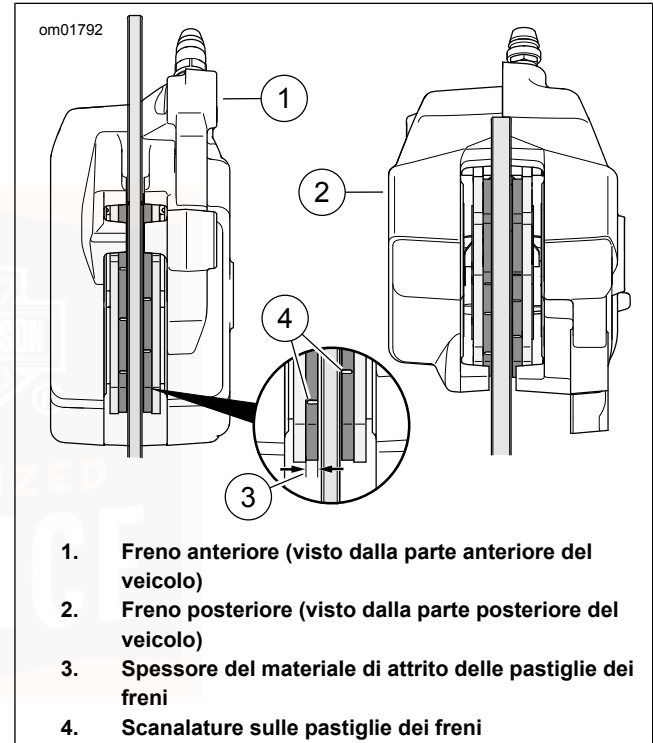

Figura 78. Materiale di attrito della pastiglia del freno
1. Vedere Figura 78 . Controllare il disco del freno mentre gira. Il disco deve essere centrato nella pinza del freno.